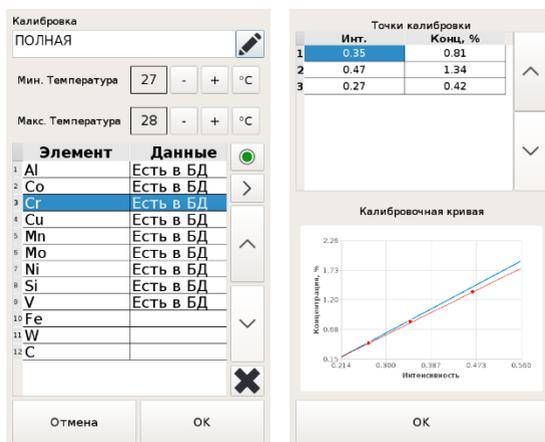

Рисунок 34 Изменение и просмотр параметров калибровки
- 4.6.10.5. Если для химического элемента уже существуют калибровочные данные, в строке элемента содержится запись «Есть в БД». Точки калибровки и калибровочную кривую можно посмотреть, нажав на кнопку  (Рисунок 34). Для выхода из окна просмотра калибровочной кривой нажмите ОК.